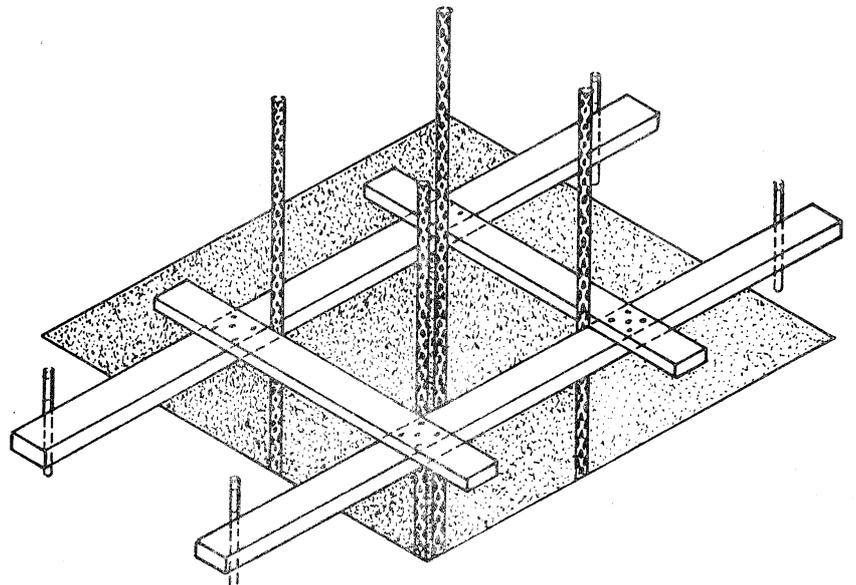

Fig. 9
8. En cada uno de los ángulos formados por los cuartones, se coloca una de las cabillas de la columna (fig. 9).